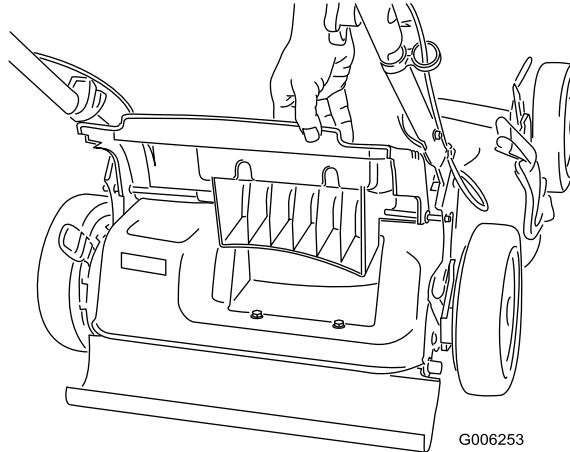

Figura 22
- Levante y sujeté la puerta trasera (Figura 22).